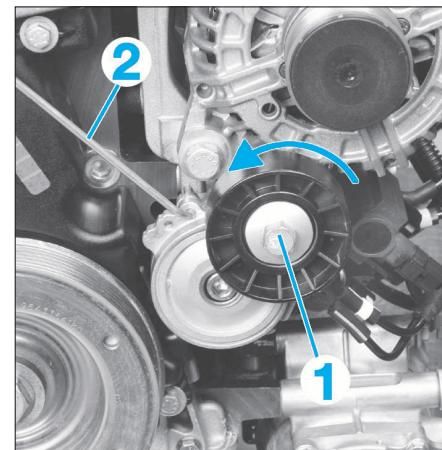

FIG. 22
- Basculer le galet tendeur dans le sens inverse horaire en agissant sur la vis (1) (Fig.22) (utiliser le levier de compression Ref. 0188-Z par exemple).